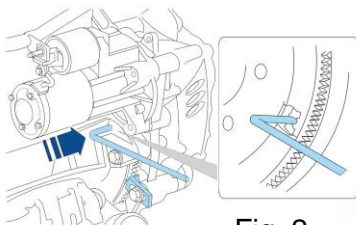
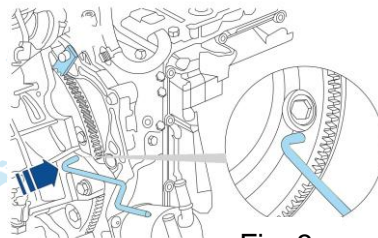

Fig. 2
Fig. 3
- Verificare che la spina di bloccaggio del volano sia inserita correttamente (veicoli con cambio manuale: Fig.2; con cambio automatico: Fig. 3).